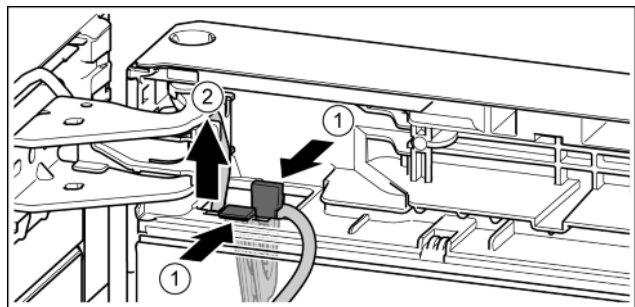

Fig. 25
- Nyomja meg a fedőlemezt. Fig. 25 (1)
- A rá rögzített kábellel együtt húzza ki a kábeltartót. Fig. 25 (2)